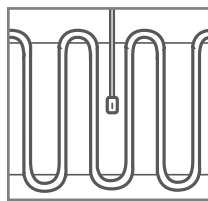
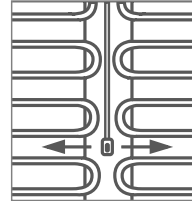

рис. 1
рис. 2
- 7. Расположите нагревательный мат относительно датчика температуры пола.** Проследите, расположение датчика должно быть внутри нагревательного мата (рис. 1) или между двумя матами (рис. 2) на равном расстоянии относительно витков греющего кабеля. Не устанавливайте датчик темпера-